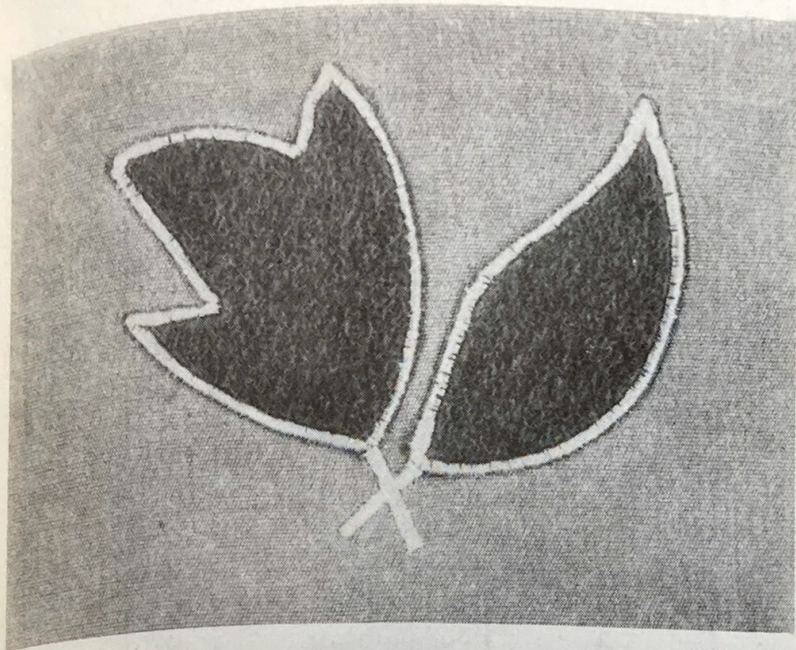

Abb. 44
2. Die Applikation wird auf den Stoff aufgezeichnet und mit schmalen, kurzen Stichen (Stichlänge und Zickzack-Stichbreite) entlang den vorgezeichneten Linien aufgenäht. Danach wird der überstehende Rand der Applikation dicht an der Naht abgeschnitten und die Kante mit etwas breiterem Zickzack-Stich und ganz kleiner Stichlänge (Stich an Stich) benäht (Abb. 44). Hierbei ist die Oberfadenspannung etwas lockerer einzustellen.